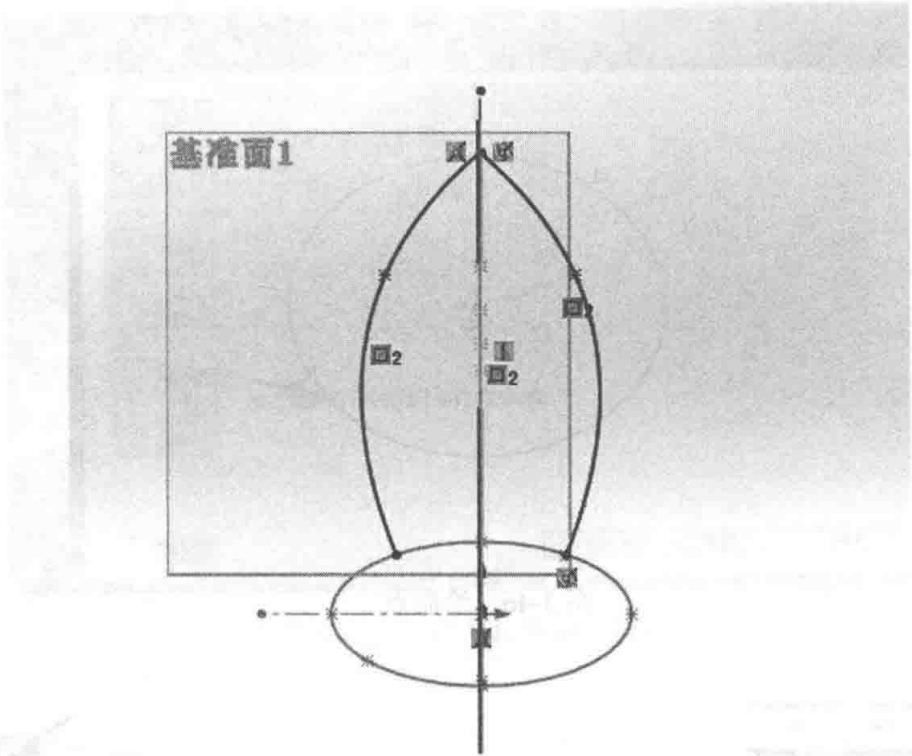

图 3-48 样条曲线草图 3
(5) 在基准面 1 上绘制样条曲线草图 3，先绘制一半再通过镜像实体绘制另一半，如图 3-48 所示。